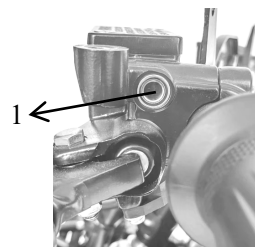

Fig12
Contrôle du niveau du liquide des freins (Fig12)
❶ Indicateur visuel du liquide des freins (Fig12)